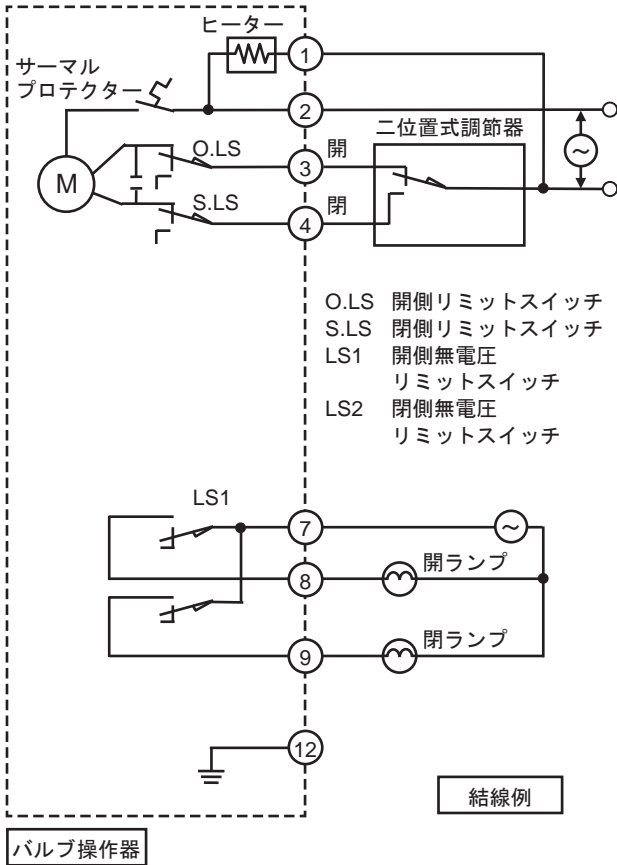

図38 NEL-0、1、2、2.5、3、4型の二位置制御式例
- (1) 配線設計を行う場合は、『図38～42』を確認のうえ、正しく行ってください。
- (2) 操作器LTKDは、3相モーターです。